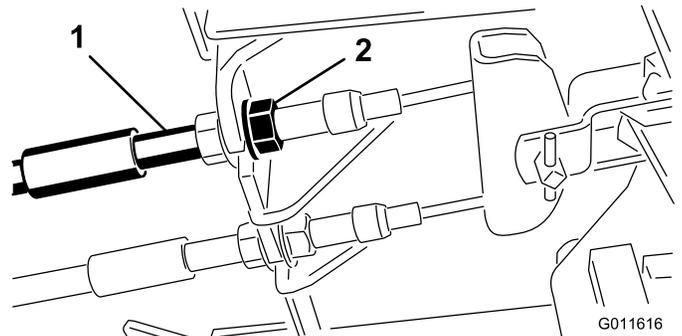

Figure 75
1. Pour réduire la garde aux pédales de frein, serrez les freins en desserrant l'écrou avant sur l'extrémité fileté du câble de frein (Figure 75).